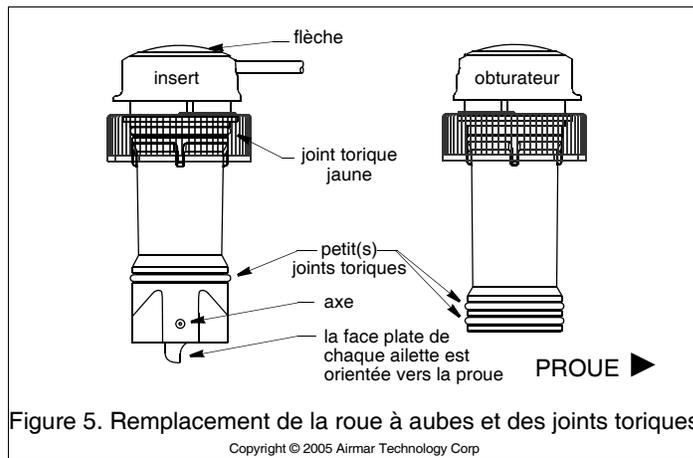

Figure 5. Remplacement de la roue à aubes et des joints toriques
- Les joints toriques doivent être intacts et bien lubrifiés pour assurer une parfaite étanchéité. Inspectez les joints toriques de l'obturateur et remplacez-les si nécessaire, lubrifiez-les avec la graisse silicone fournie ou du gel de paraffine (Vaseline®) (voir Figure 5).
- Pour enlever la roue à aubes à remplacer, saisissez l'extrémité de l'axe avec une paire de petites pinces coupe-câbles obliques et tirez sur l'axe (voir Figure 5).